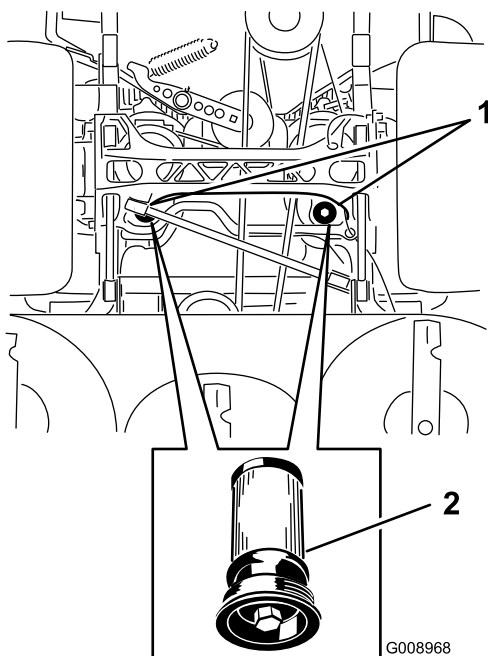

Figure 85
5. Placez un bac de vidange sous le filtre, retirez le filtre usagé et essuyez la surface (Figure 85).
6. Appliquez une fine couche de liquide hydraulique sur le joint en caoutchouc du filtre de rechange (Figure 85).